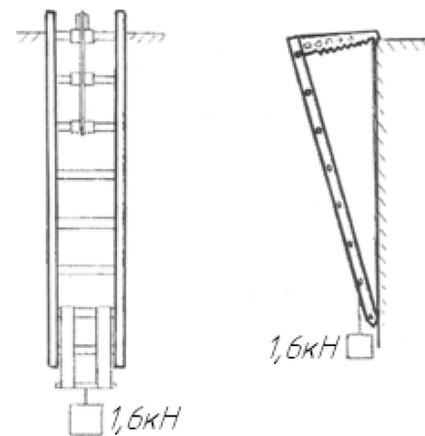

Рисунок 2
6.3.1 Прочность конструкции путем подвешивания лестницы свободно за конец крюка и нагружения статической нагрузкой 1,6 кН (рисунок 2), приложенной ко второй снизу ступени вплотную к тетивам, в течение 2 минут.